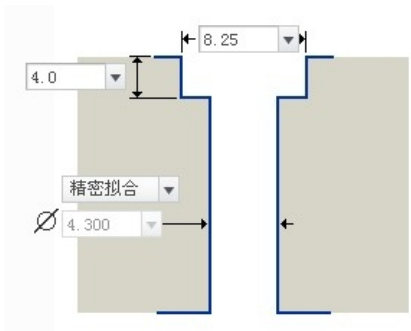

图 5.14.20 沉头螺钉过孔
- 在操控板中单击，再单击 **形状**，则螺孔形式如图 5.14.20 所示。